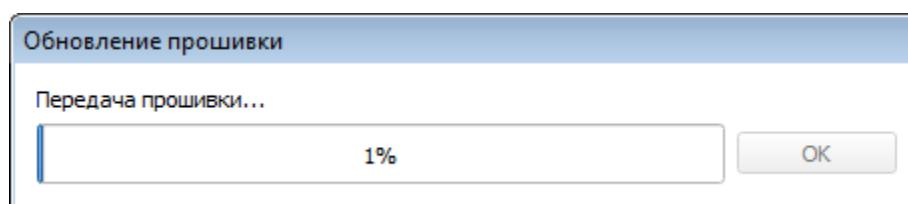

Рисунок 13 — Окно «Обновление прошивки»
3.4.2.5 «Обновить прошивку» – позволяет выбрать файл прошивки с жёсткого диска компьютера и осуществить его загрузку в счетчик. По завершении загрузки (рис. 13) счетчик отключится от программы автоматически. Актуальную версию прошивки счетчика можно скачать с сайта [iotvega.com](http://iotvega.com).